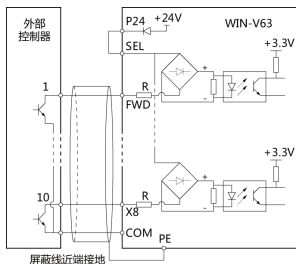

图 3-23 使用内部 24V 电源时 NPN 型信号输入接线示意图
- ①使用变频器内部+24V 电源，外部控制器为 NPN 型的共发射极输出的连接方式，如图 3-23 所示。